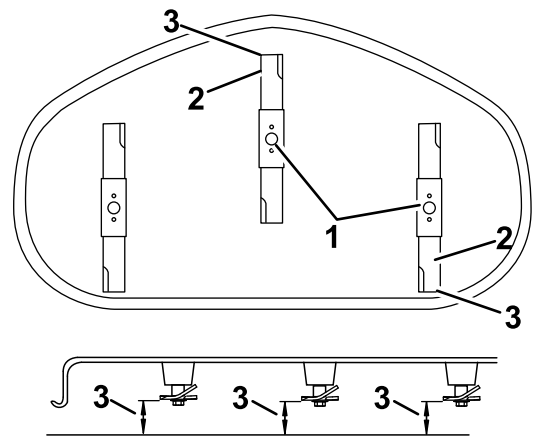

Figura 66
5. Meça da ponta da lâmina da frente até à superfície plana e da ponta da lâmina de trás até à superfície plana (Figura 65 ou Figura 66).